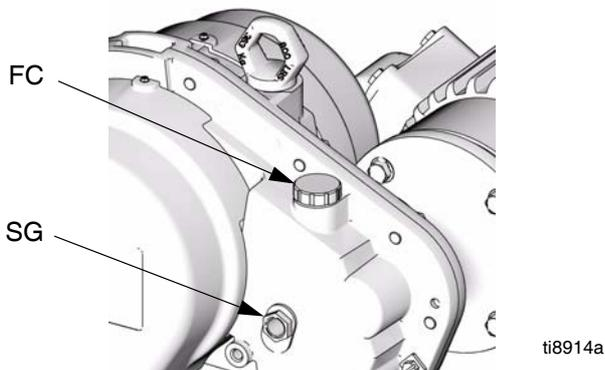

FIG. 5. Relleno de aceite
Abra la tapa de relleno (FC) y rellene el depósito de aceite del reductor de engranaje con 2 cuartillos (1,9 litros) de aceite Graco 288414 (doce botellas de 1 cuartillo). Compruebe el nivel del aceite en el visor (SG) en la caja del reductor de engranaje. No lo llene excesivamente. Vea FIG. 5.